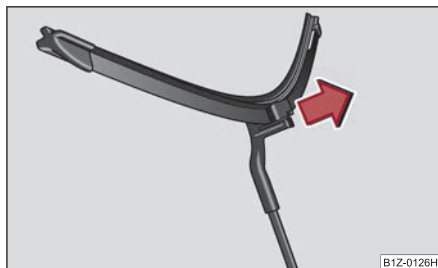

Fig. 71 Escobilla para el parabrisas
- Retire la escobilla en el sentido de la flecha ⇒ fig. 71 ⇒ ⚠.
- Colocar los brazos del limpiacristales sobre el parabrisas y conectar el encendido. Presionando la palanca de limpiacristales a su posición amortiguada ④ ⇒ fig. 71 o en marcha a una velocidad superior a 4 km/h retroceden los brazos del limpiacristales a su posición de reposo.